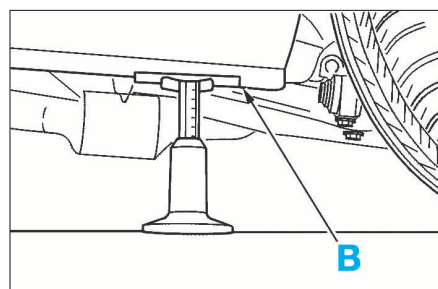

FIG. 5
- Mettre en place le compresseur de suspension [1] en choisissant le crantage (A) le mieux adapté permettant de tirer sur les sangles le plus verticalement possible.
- Comprimer la suspension de manière à obtenir du côté droit et gauche la hauteur de caisse (H1) (assiette de référence), à mesurer entre le bord de l'appui-cric avant (B) et le sol (Fig.5).
- Comprimer la suspension de manière à obtenir du côté droit et gauche la hauteur de caisse (H2) (assiette de référence), à mesurer entre le bord de l'appui-cric arrière (B) et le sol (Fig.5).